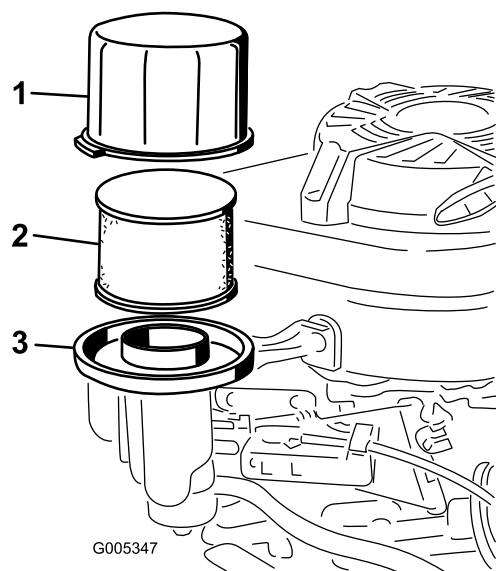

Figure 20
3. Déposez le couvercle et nettoyez-le soigneusement (Figure 20).
4. Sortez le préfiltre en mousse et l'élément filtrant en papier de la base du filtre à air (Figure 20).